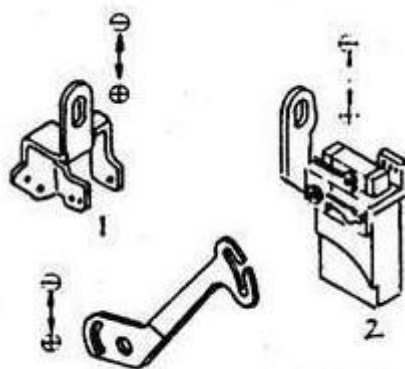

Рис.6
(2) Натяжение игольных нитей, рис. 6